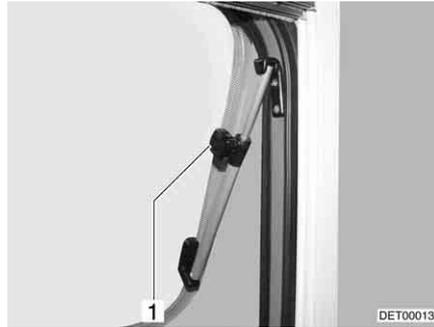

Fig. 103 Finestra apribile con deflettore a rotazione
- Finestra apribile con deflettore a rotazione: Aprire la finestra apribile fino alla posizione desiderata e fissarla mediante il pomello zigrinato (Fig. 103,1).
- Finestra apribile con deflettore a rotazione: Ruotare il pomello zigrinato (Fig. 103,1) fino a che l'arresto viene sbloccato.